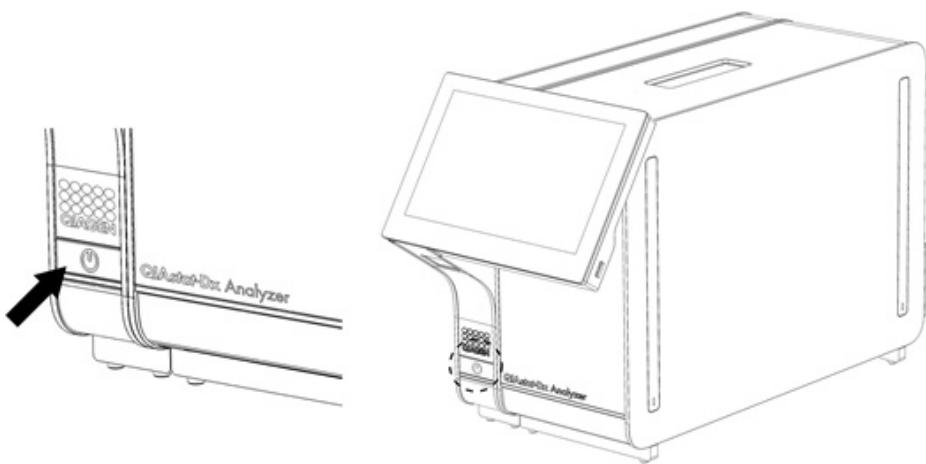

Figura 22. Premere il pulsante ON/OFF per avviare lo strumento.
- Premere il pulsante ON/OFF sulla parte anteriore del QIAstat-Dx Analyzer 2.0 per avviare l'unità (Figura 22).